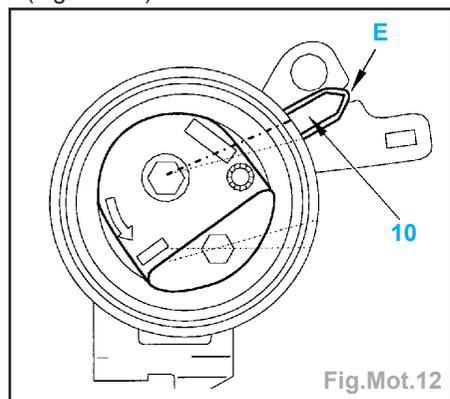

Fig.Mot.12
- Vérifier la position de l'index tendeur (10) (Fig.Mot.12).